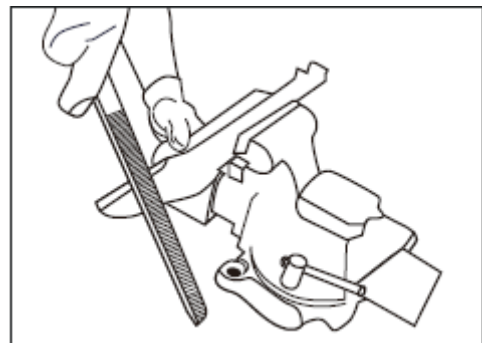

Abb. 17
- Spannen Sie das Messer in einen Schraubstock ein (siehe Abb. 17).